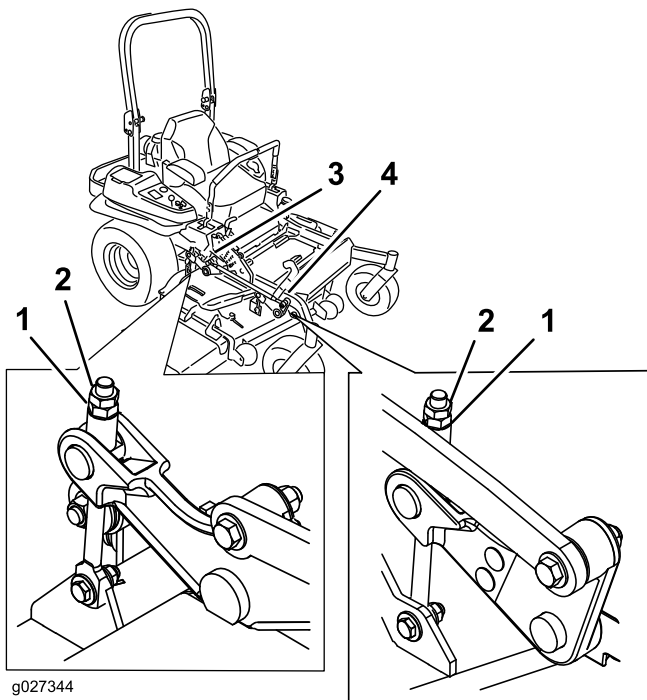

Figura 94
10. Si es necesario, afloje la contratuerca con arandela prensada del lateral de la horquilla y la contratuerca de la parte superior. Gire el tornillo de ajuste hasta obtener una altura de 7.6 mm (3") (Figura 94).
- Gire el tornillo de ajuste hasta obtener una altura de 8.3 mm (3 1/4") (Figura 94).